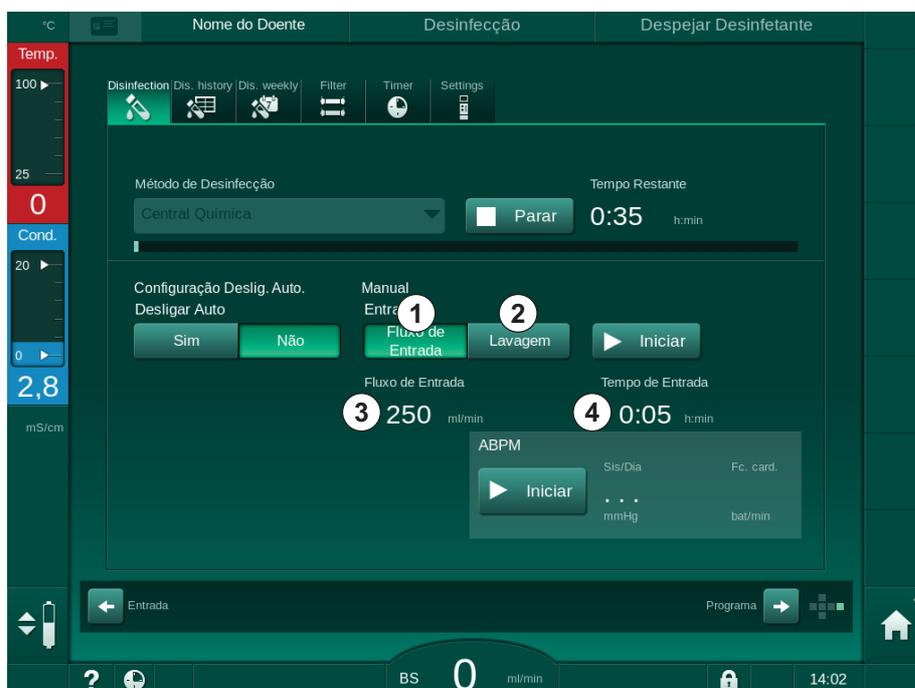

Fig. 7-10 Desinfecção química manual central
Na primeira parte deste método de desinfeção, o desinfetante é retirado do fornecimento de água central e bombeado através do equipamento de diálise (Fig. 7-10, ① ). O fluxo de entrada ③ e o tempo de entrada ④ são predefinidos no modo *Configurações do Utilizador*. O fornecimento de água é interrompido depois do tempo predefinido terminar.